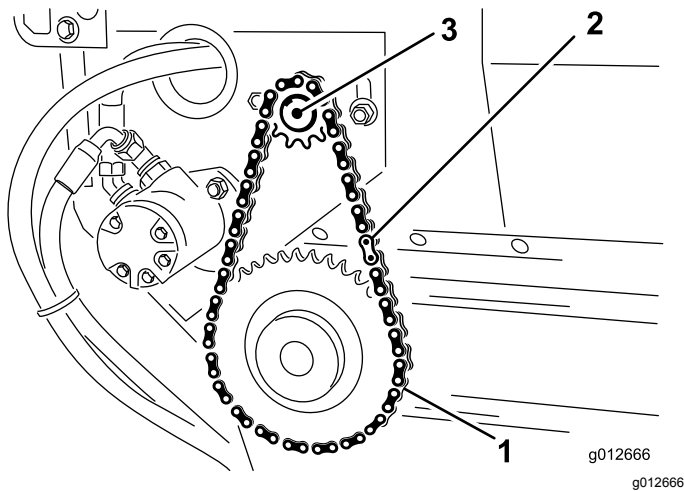

Figura 24
2. Retire el eslabón maestro de la cadena y retire la cadena del piñón pequeño (Figura 24).